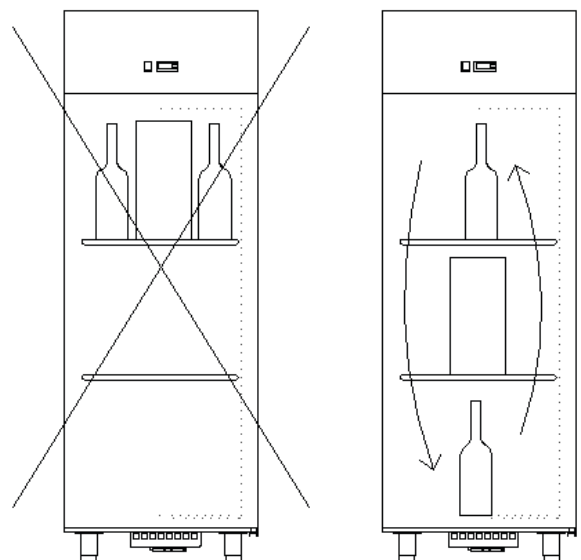

fig.2
P.S: Il est rappelé que la loi sur la conservation des produits interdit les re surgélation des produits surgelés (fig.2).